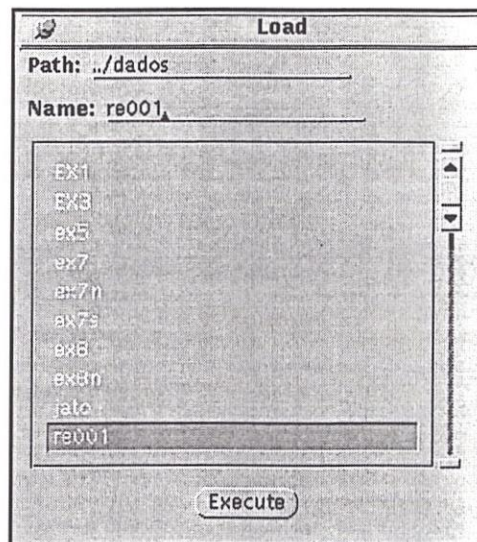

Figura 1.5: Opção de recarregar um modelo
- *Load*: este botão é utilizado quando se quer recarregar um modelo já criado, como mostra a figura 1.5.